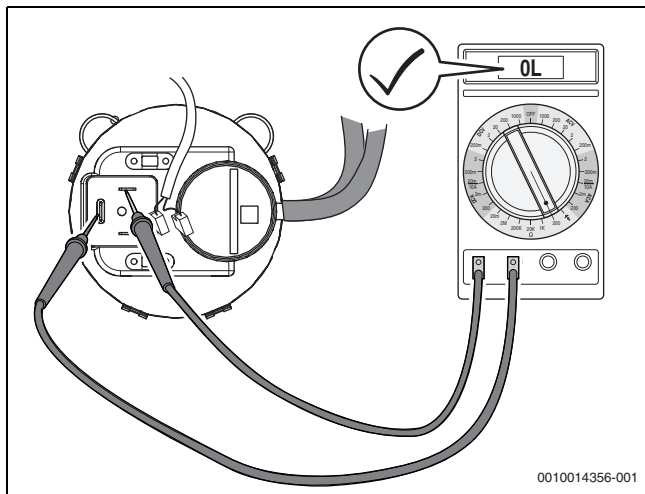

Fig. 74 Vérifier le débit du pressostat différentiel en cas de dépression (pressostat différentiel en ordre)
- Retirer les câbles électriques sur le pressostat différentiel et mesurer la résistance sur les contacts (→fig. 74).